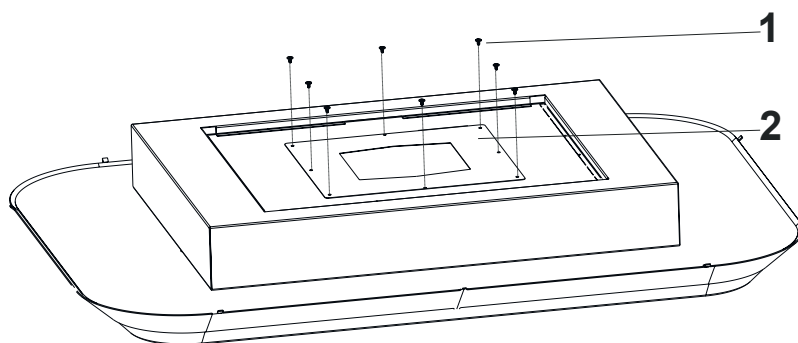

Fig. 10
- 4. ➔ Montera täckplattan på fläkten med 8x 3,5x6,5-skruvar (Fig. 10).